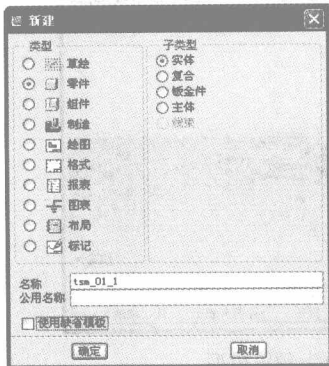

图 1-4 “新建”对话框
- 2 在“新建”对话框中的“类型”选项组中,选择“零件”单选按钮;在“子类型”选项组中,选择“实体”单选按钮;在“名称”文本框中输入文件名为 tsm_01_1,清除“使用缺省模板”复选框,单击“确定”按钮,如图 1-4 所示。